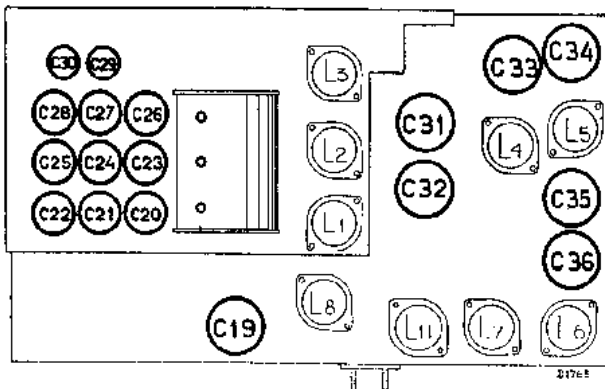

Fig. 3
3. Volumeregelaar van ontvangapparaat op maximum en achtereenvolgens C36, C35, C34, C33, C32 en C31 op maximum output instellen (zie fig. 3).